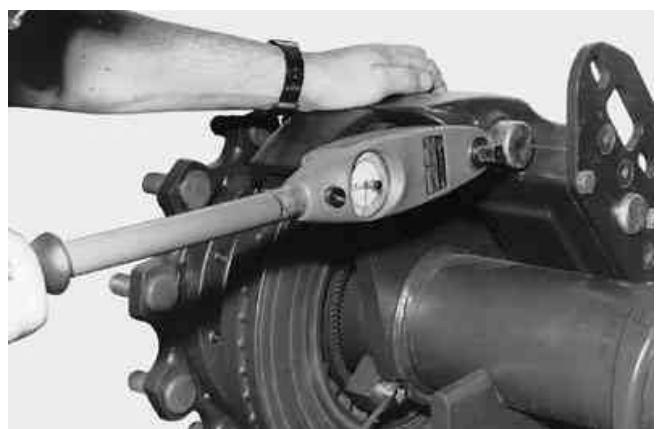

РИС. 23
- Затяните шесть фиксаторов до величины затяжного момента, приведенного в таблице 2, используя 24 мм - 1/2" приводную квадратную головку. (Рис. 23)